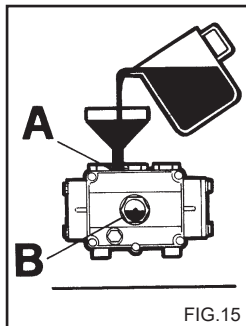

FIG.15
- 4) Закрутите крышку отверстия для слива масла, залейте новое масло через верхнее отверстие (рис. 15А) до уровня, указанного в смотровом окошке (рис. 15В).